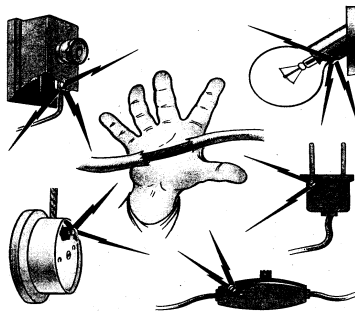

Рис. 2. Нарушение требований электробезопасности – использование электроприборов с поврежденной изоляцией
- ✓ не пользоваться электроприборами с поврежденной изоляцией (рис. 2);